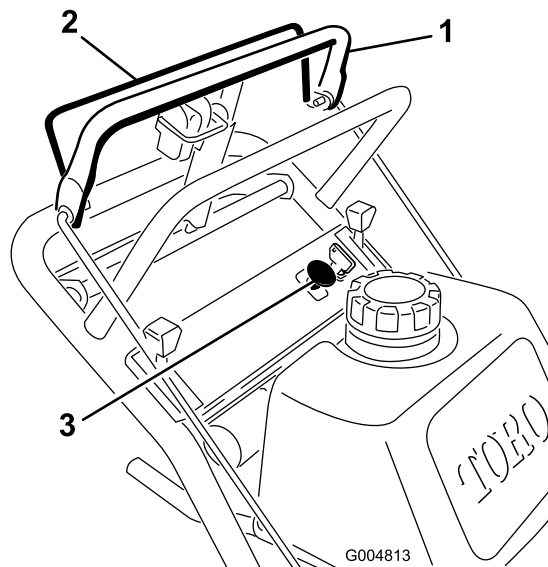

Figura 9
- Liberte a barra de controlo superior para parar a máquina (Figura 9).
- Engate a lâmina apertando a bobina de controlo da lâmina contra a barra de controlo superior (Figura 9).
Liberte a bobina de controlo da lâmina para desengatar as lâminas (Figura 9).